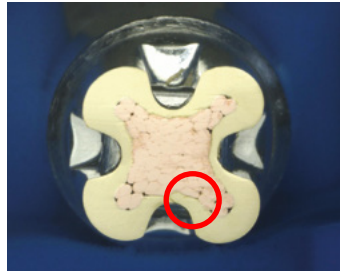

Abb. V-2: Schliffbild einer fehlerhaften Probe mit Rissen
- Kontakt übercrimpt mit Rissbildung der Kontakthülse (Abbildung V-2)